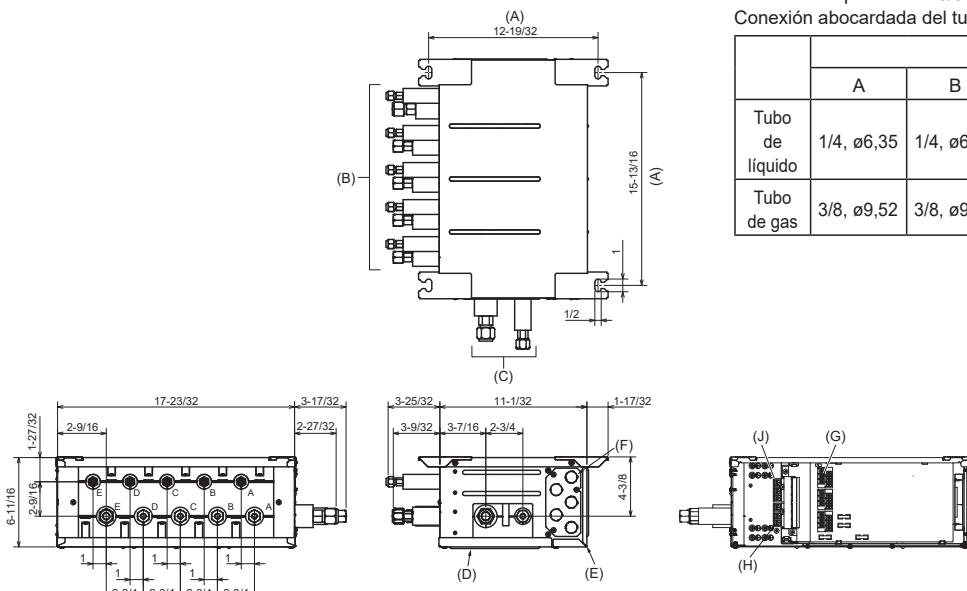

Fig. 4-3
- (A) Paso del perno de suspensión
- (B) A la unidad interior
- (C) A la unidad exterior
- (D) Panel de servicio
- (E) Cubierta eléctrica
- (F) Placa de conducto
- (G) Bloque de terminales (a la unidad interior en la placa de control)
- (H) Bloque de terminales (a la unidad exterior)
- (J) Bloque de terminales (para el cable de comunicación)
■ PAC-LMA50BC/PAC-LMC50BC (Fig. 4-3)
- 1) Instale los pernos de suspensión (adquiridos localmente) con la separación especificada (Fig. 4-3, 4-4).